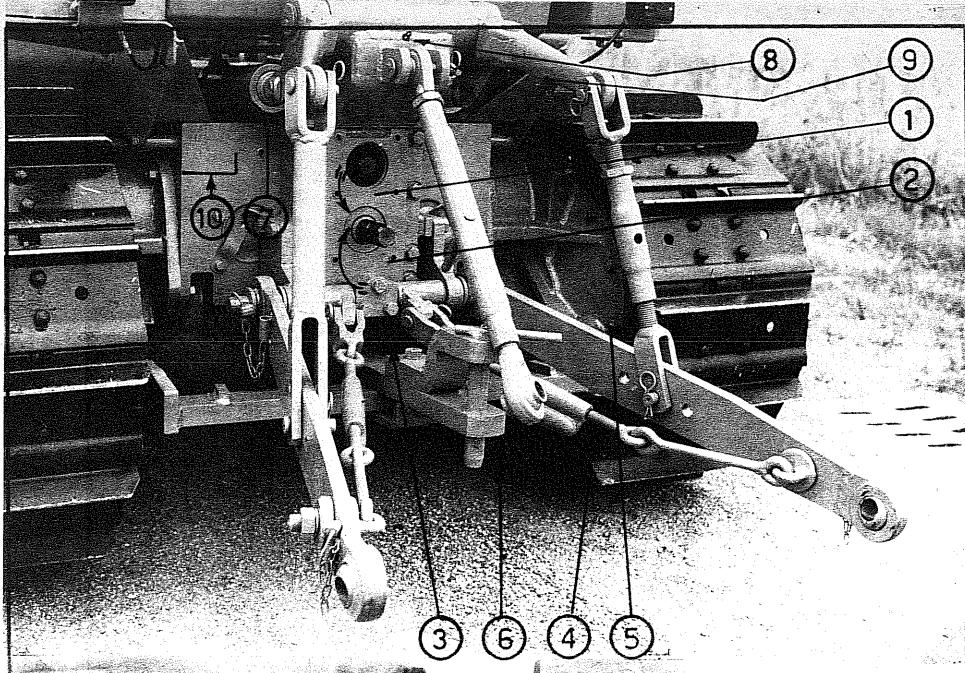
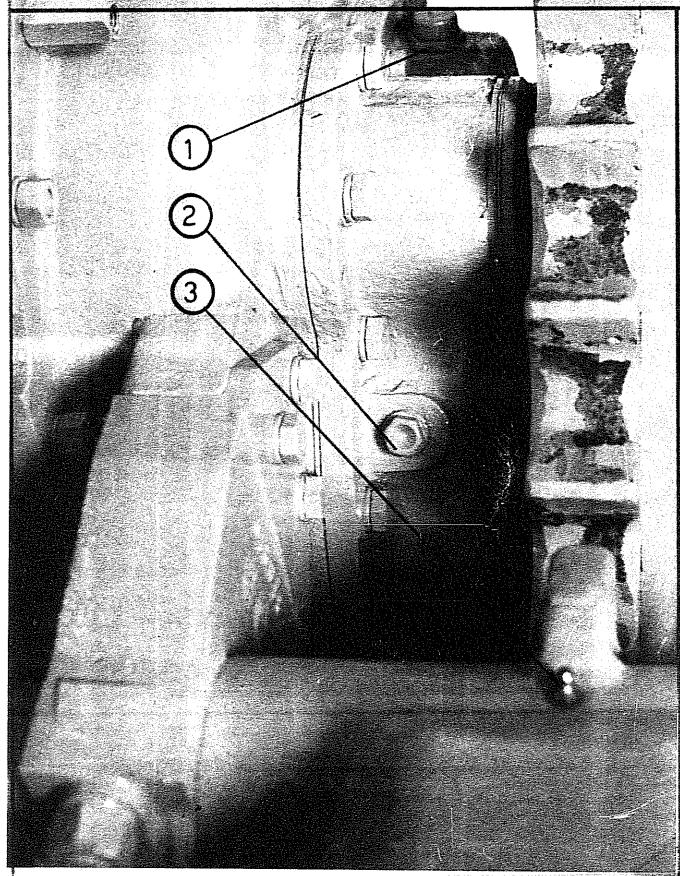

Fig. 6
Fig. 7
PRESA DI FORZA (Fig. 6)
DISPOSITIVO DI TRAINO (Fig. 6)
Il sollevatore idraulico è costituito da una pompa ad ingranaggi accoppiata al motore,da due martinetti (7 fig.6) per il sollevamento dei bracci,da un
Lo sforzo massimo sollevabile all'estremità dei bracci (fig.6) del sollevatore in senso verticale, è di Kg. 3000.
- BARRA TRASVERSALE POSTERIORE (fig. 7)
- BRACCIO SOLLEVATORE (fig. 6)
- SCATOLA CAMBIO (fig. 6 -8)
Ogni 2000 ore di lavoro cambiare l'olio scaricandolo attraverso il tappo (3 fig.6) situato sotto al coperchio della presa di forza. Usare olio AGIP F1 ROTRA MP SAE 140.-
- RIDUTTORI LATERALI (fig. 6 e 7)
Ogni 240 ore di lavoro controllare il livello dal tappo (5 fig.6) accessibile dal retro della trattrice.
Cambiare l'olio ogni 2000 ore di lavoro scaricandolo dal tappo inferiore (4 fig.6) e caricandolo dal tappo (1 o 2 fig.7). Usare olio AGIP F1 ROTRA MP SAE 140.
Il numero è visibile posteriormente (10 fig. 6)